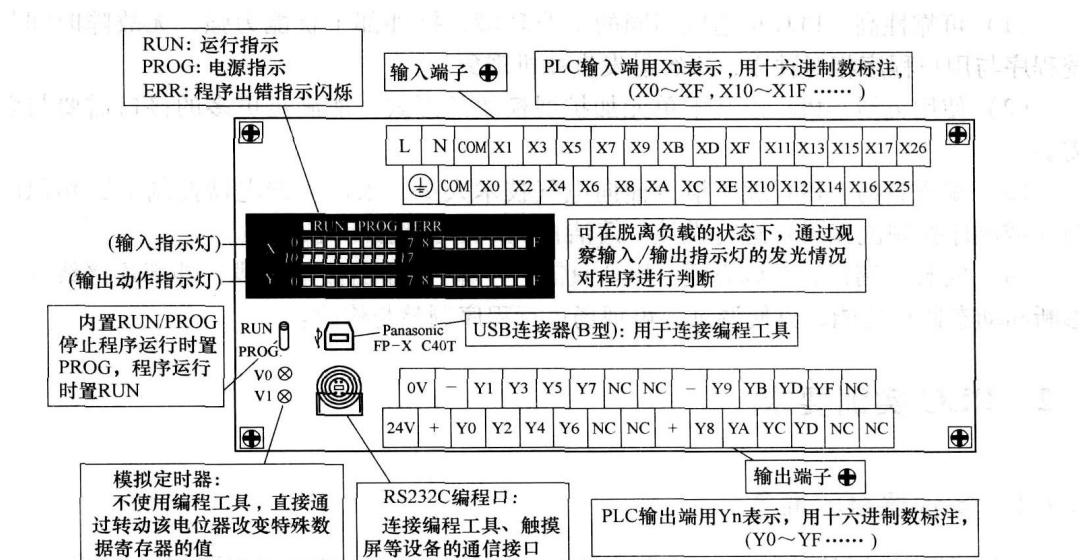

图 1-4 FP-X C40T 型 PLC 基本单元的面板结构示意图
FP-X C40T型PLC基本单元的面板结构示意图如图1-4所示。
开始实训前，请将配置在实训设备中的PLC与图1-4作对照，认真观察，了解PLC面板上每部分的作用。
(4) 外部输入继电器与外部输出继电器的数量 请再次认真观察图 1-4，松下 PLC 的 FP-X C40T 的基本单元中，输入端的输入继电器有 24 个，分别编为 X0~X7、X7~XF、X10~X17。输出端的输出继电器有 16 个，分别编为 Y0~Y7、Y8~YF。
**记住：**松下 PLC 的输入继电器 (X) 与输出继电器 (Y) 地址号都是使用十六进制数表示；它们的地址号包括有 YA、YB、YC、YD、YE、YF。